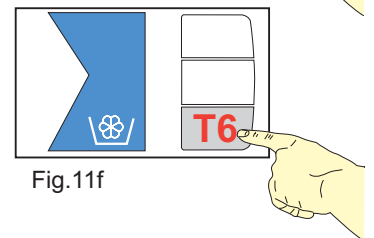

Fig.11f
2.4 La quatrième fois qu'on appuie sur la touche (Fig.11f):